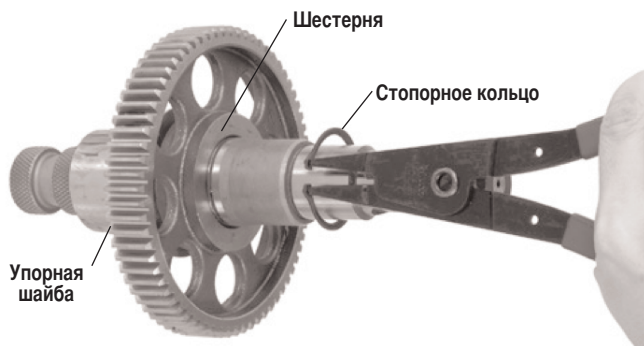

Рисунок 19 – Снятие стопорного кольца
5. Снимите с приводного вала стопорное кольцо и зубчатую передачу. (См. Рис. 19).